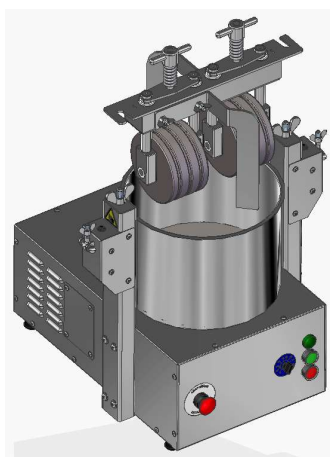

Рис. 4
7.1.5. Установите на меланжер траверсу с жерновками и скребки, зафиксировав их гайками (рис. 4).